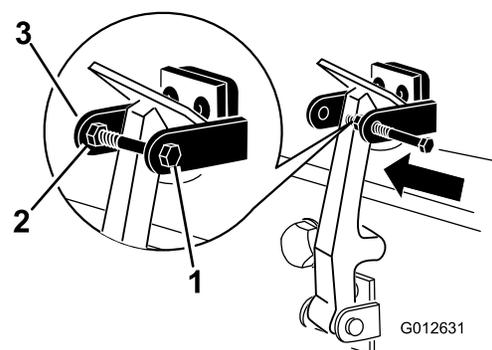

Figure 8
7. Vissez le boulon dans l'autre bras du support de verrou pour bloquer ce dernier en position (Figure 8). Serrez fermement le boulon mais pas l'écrou.